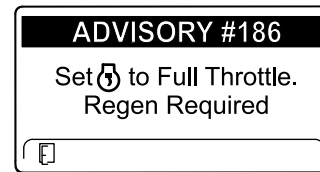

Figura 41
**Nota:** Si la temperatura del sistema de escape del motor es demasiado baja, el InfoCenter muestra el AVISO N° 186 (Figura 41) para indicarle que debe hacer funcionar el motor a velocidad máxima (ralentí alto).